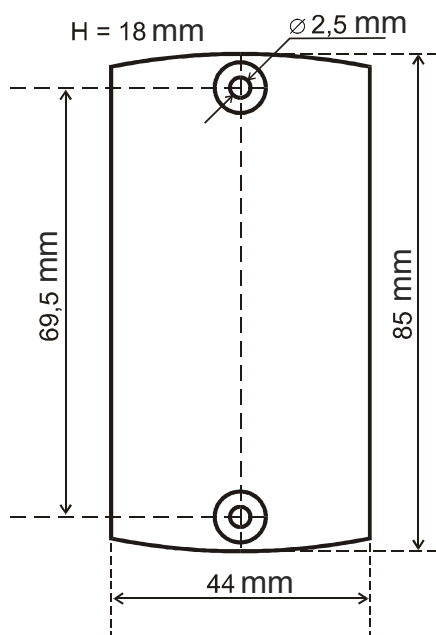

Figura 1.
- marque y taladre los orificios de montaje (figura 1),